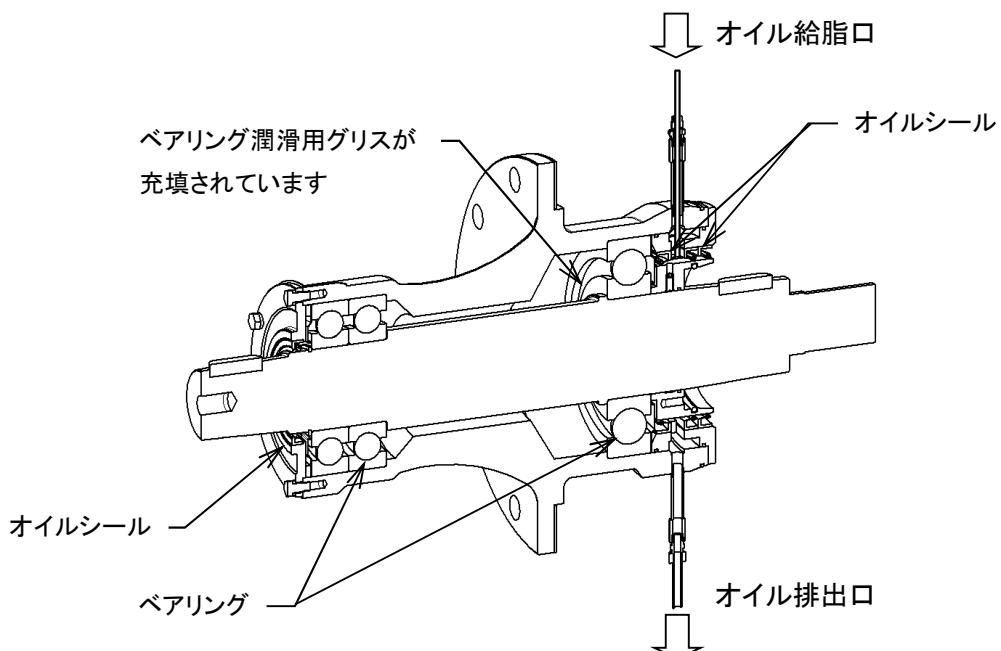

図 8-1
8.3.1 自動給油器(オートグリス)(図 8-1)
- ・ オイルはベアリングの為ではなく、オイルシールの保護の為に給脂されています。(図 8-1)